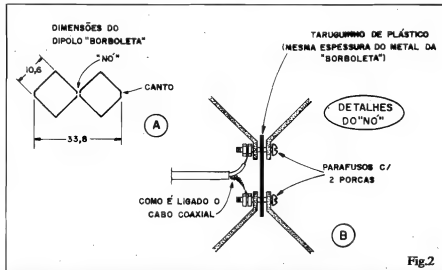
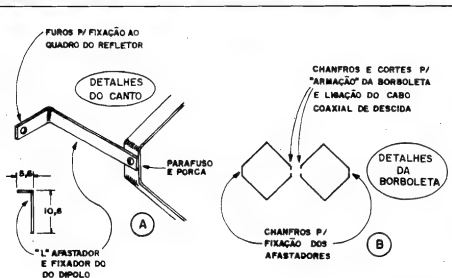

Fig.2
Fig. 3
FIG. 2 - Terminado o quadro/refletor, podemos passar à confecção do elemento **dipolo** (o real "captador" da antena...), cujo formato e dimensões gerais são mostrados em 2-A. Olhando-se de frente o conjunto, a figura assemelha-se a uma "gravata borboleta" formada por dois quadrados (10,6cm. de lado) alinhados pelas suas diagonais, de modo a assumir um comprimento total de 33,8 cm. Dois pontos da estrutura são fundamentais na confecção da antena: o "NÓ" (centro ou "emenda" do conjunto de quadrados) e os "CANTOS" ("pontas" laterais dos dois quadrados). A fig. 2-B mostra os detalhes do "NÓ"... Na verdade, os dois quadrados (cada um **um dipolo**, conforme explicaremos mais adiante...) devem ser separados por um taruguinho isolador (plástico, vidro, cerâmica, etc.) que ficará "ensanduichado" entre as arestas (chanfradas e cortadas) dos quadrados, fixando-se o ponto com dois parafusos não muito curtos (cada um com **duas** porcas, com mostra a figura). Os
dois quadrados devem ser feitos também de metal (ferro ou - melhor - alumínio...) **chato**, com largura de 1 a 1,5 cm. **UMA DICA:** para a obtenção do material, tanto do quadro/refletor quanto da "borboleta", uma fonte prática são as oficinas que confeccionam e instalam "boxes" de banheiro, e que lidam com diversos perfis de alumínio (a nossa antena poderá ser feita com alguns simples "retalhos" ou sobras sem utilidades, do material normalmente usado em tais oficinas - "de repente" o Leitor pode obter o material até "no peito", com uma boa conversa...). Ainda na fig. 2-B antecipamos o método usado para conexão do **cabo de descida** (coaxial - 75ohms) da antena, cujas ligações serão feitas entre as porcas de "fixação" e as "extras" de cada um dos dois parafusos que estruturam o "NÓ" da antena...
- **FIG. 3** - Reportando-nos aos detalhes da fig. 2, mostramos agora outro ponto importante: como é feito o acabamento dos cantos da "borboleta" e sua fixações aos afastadores (que servem para dimensionar a distância da "borboleta" ao quadro/refletor, e também para prendê-la a este...). Esses afastadores (fig. 3-A) devem ser feitos com o mesmo metal **chato** (ferro ou alumínio) usado na formação da "borboleta" (1 a 1,5 cm. de largura, qualquer espessura...), determinando um "L" com medidas de 10,6 cm. (no